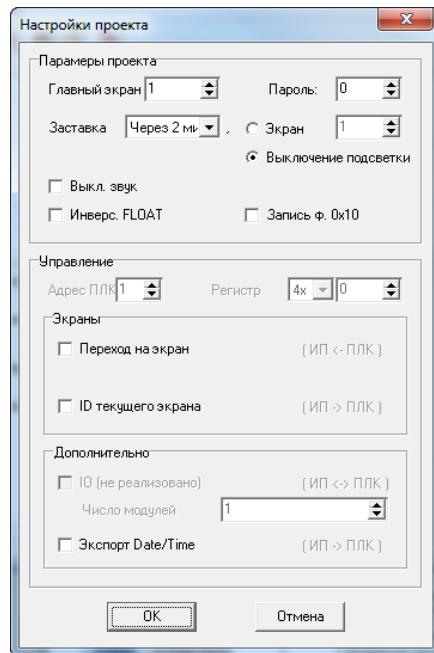

Рис. 4.3. Окно «Настройки проекта»
9. Нажать кнопку или выбрать команду «Сервис | Настройка проекта» главного меню программы. Откроется окно «Настройки панели оператора», предназначенное для задания параметров проекта (см. рис. 4.3).